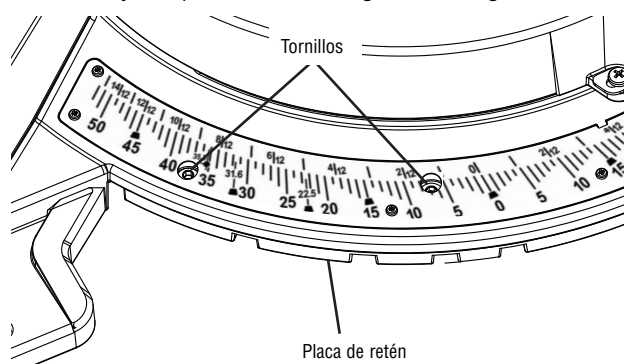

Figura 18
2. Busque cuatro agujeros redondos en la placa de la escala de ingletes. En cada agujero hay un tornillo. Utilice el extremo pequeño de la llave hexagonal de 6/4 mm o una llave hexagonal de 4 mm para aflojar los cuatro tornillos de 1 a 2 vueltas. Esto aflojará la placa de retén de inglete (vea la figura 18).